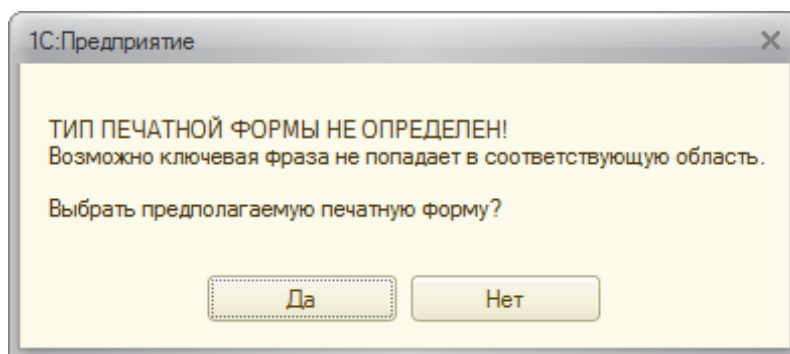
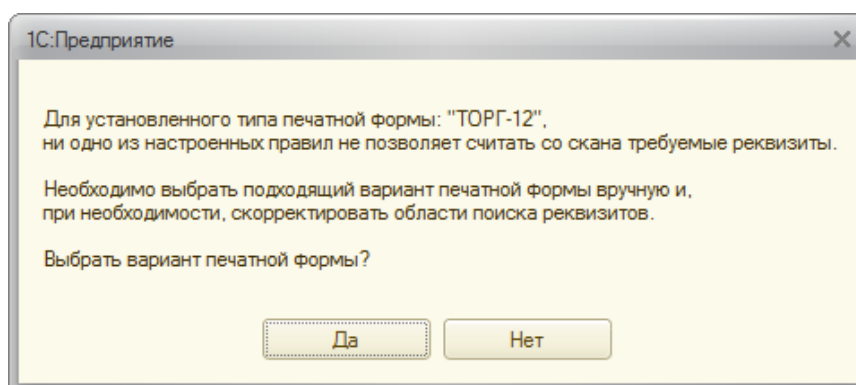

Рис. 63
Рис. 64
2. В процессе обработки, если не удастся автоматически определить тип печатной формы (счёт-фактура, ТОРГ-12, УПД) или конкретный вариант печатной формы. В этом случае программа выдаёт предложение указать тип печатной формы (Рис. 63) или вариант печатной формы (Рис. 64) вручную.